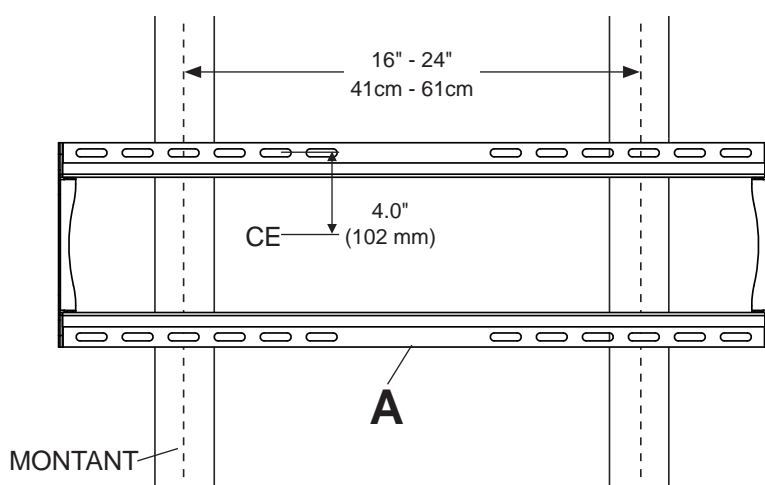

fig. 1.1
1 Repérez le bord des montants à l'aide d'un localisateur de montants. L'utilisation d'un localisateur de montants « bord à bord » est fortement recommandée. Après avoir repéré les bords, tracez une ligne verticale le long du centre de chaque montant. Posez la plaque murale (**A**) sur le mur et utilisez-la comme gabarit. Les fentes de montage supérieures doivent être situées à 157 mm (6,2 po) au-dessus de l'endroit souhaité pour le centre de l'écran comme illustré à la figure 1.1. Mettez la plaque à niveau et marquez le centre des quatre trous de fixation. Veillez à ce que les trous de fixation soient sur la ligne médiane du montant. Percez quatre trous de 4 mm (5/32 po) de dia. et de 64 mm (2,5 po) de profondeur. Veillez à ce que la plaque murale soit de niveau et fixez-la à l'aide de quatre vis à bois n° 14 x 2,5 po (**D**) et fender rondelle (**M**) comme illustré à la figure 1.2.
- 1** 1 Assurez-vous que la plaque murale (A) est de niveau et utilisez-la comme gabarit pour marquer l'emplacement des quatre trous de fixation. Les fentes de montage supérieures doivent être situées à 157 mm (6,2 po) au-dessus de l'endroit souhaité pour le centre de l'écran comme illustré à la figure 1.1 en page 18. Percez quatre trous de 8 mm (5/16 po) de dia. à une profondeur minimale de 64 mm (2,5 po). Insérez les chevilles d'ancrage (E) dans les trous au ras du mur comme illustré (à droite). Posez la plaque murale sur les chevilles d'ancrage et attachez-la à l'aide de vis n° 14 x 2,5 po (D) et fender rondelle (M). Assurez-vous qu'elle est de niveau, puis serrez toutes les fixations.